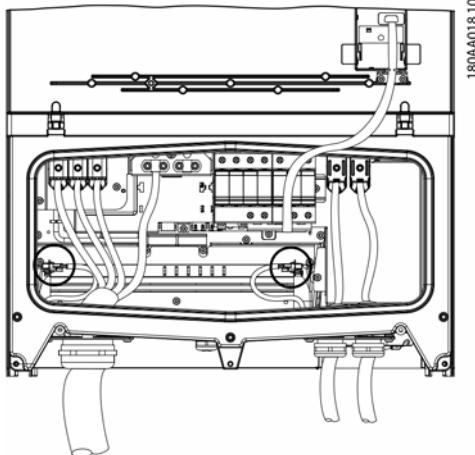
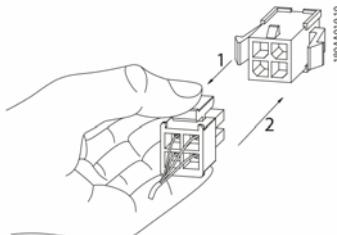

図 1.1
図 1.2
3. ファンに電力を供給している 2 本の黒いケーブルを緩めます。ケーブルのコネクタは、左端と右端にあります。図 1.1 は黒いケーブルが接続されている位置を、図 1.2 の (1) はケーブルのコネクタを外す方法を示します。スナップ式のロックを緩めてから、ケーブルを外してください。
3. 2 本のケーブルのプラグをコネクタにカチッとめ込みます。図 1.1 と図 1.2 の (2) を参照してください。